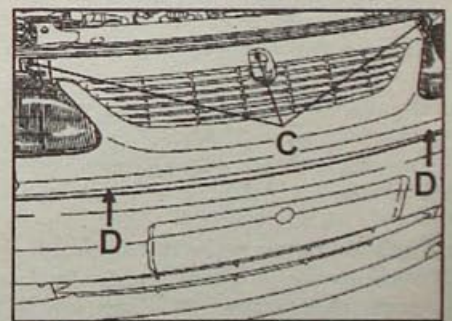

Рис. 4.21. Расположение болтов (С и D) крепления облицовки радиатора
- Выверните болты (С и D, рис. 4.21) и снимите облицовку радиатора.